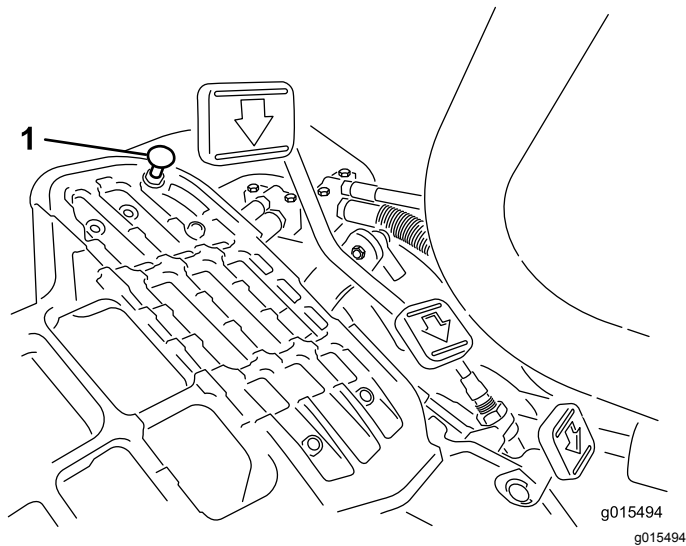

Figure 41
Pour obtenir la vitesse de transport maximale, placez le sélecteur de fonction en position de TRANSPORT et appuyez sur la pédale de déplacement. Si la pédale touche la butée (Figure 41) avant que la tension soit ressentie sur le câble, procédez comme suit :
1. Placez le sélecteur de fonction à la position de TRANSPORT et desserrez le contre-écrou de fixation de la butée au plancher (Figure 41).